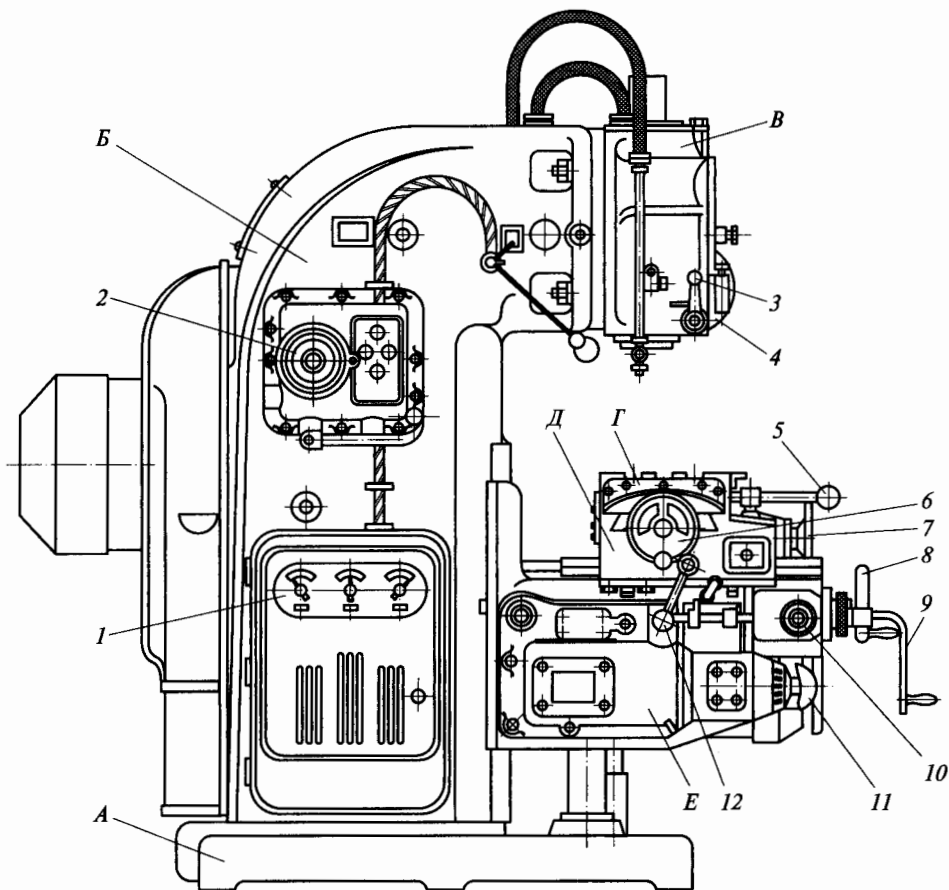

Рис. 5.11. Консольный вертикально-фрезерный станок
24. Назовите основные узлы и элементы управления консольным вертикально-фрезерным станком (рис. 5.11) и укажите их назначение: